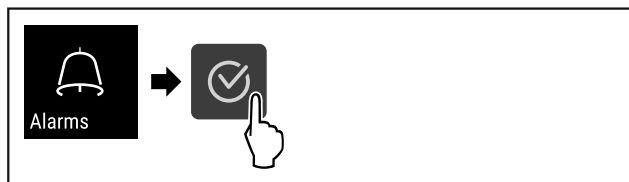

Fig. 123
- ▶ Eseguire i passi (vedere Fig. 123).